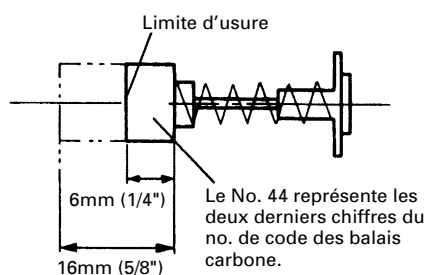
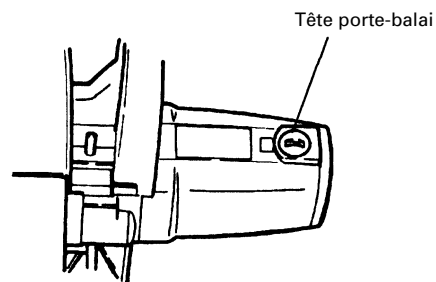

Fig. 26
Fig. 27
2. Inspecter les balais carbone (Fig. 26 et Fig. 27)
Les balais carbone du moteur sont des pièces consommables. Si les balais en carbone sont usés, le moteur risque d'avoir des anomalies. En conséquence, inspecter périodiquement les balais en carbone et les remplacer lorsqu'ils ont atteint la limite d'usure comme indiqué à la Fig. 26. Par ailleurs, maintenir les balais carbone propres de façon qu'ils glissent régulièrement dans les porte-balai. Les balais carbone sont faciles à retirer ; pour cela, retirer les têtes porte-balai (voir Fig. 27) avec un tournevis à tête plate (signe moins).